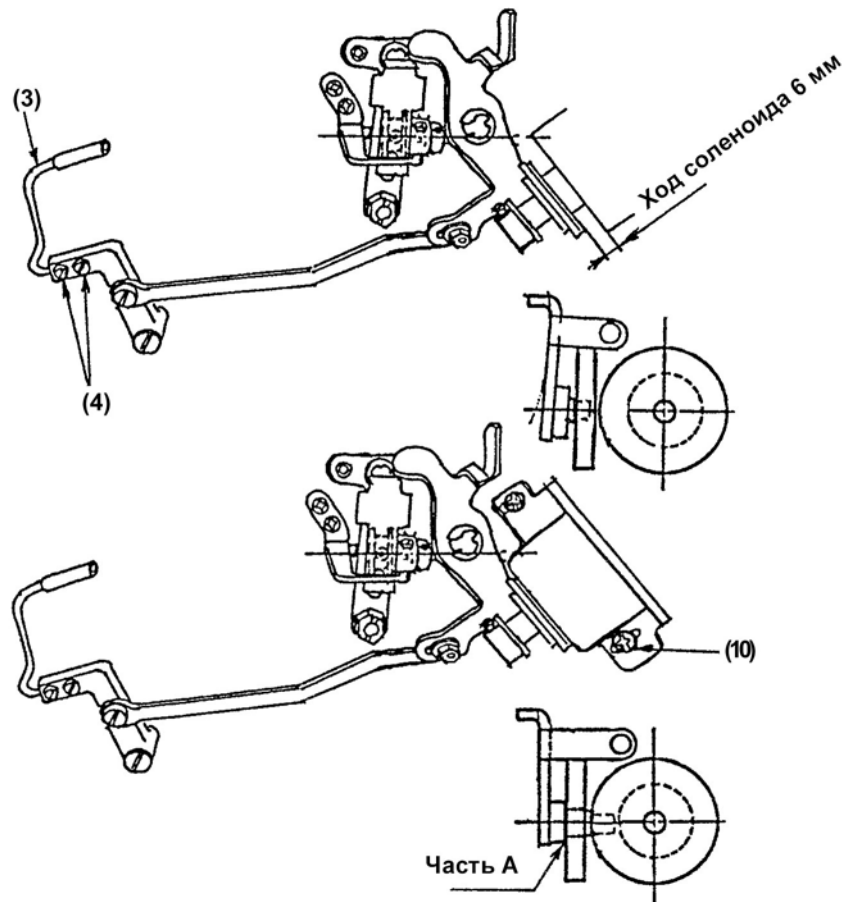

Рис. 30
Установочные положения зажимной пластины и соленоида – это такие положения, при которых зазор части А составляет от 0.1 до 0.5 мм, когда соленоид приспособления для обрезки нити вытасчен (Рис. 30).
В этом состоянии затяните установочные винты соленоида (Рис. 30 (10)).